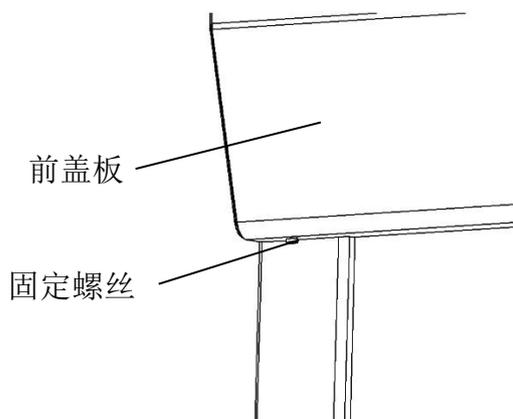
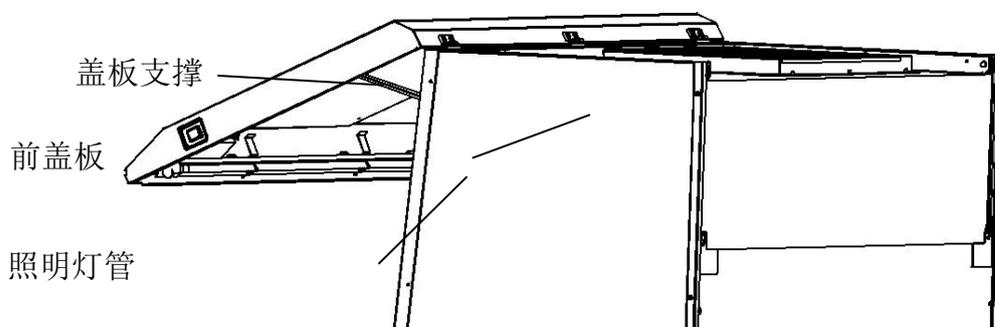

图 20
图 21
2. 将两粒固定前盖板的螺丝拆掉，如图 20 所示；
3. 抬起前盖板并用前盖板支撑撑住，如图 21 所示；
2. 支撑起前盖板支撑，如图 20、图 21 所示；拆除密封盖板；